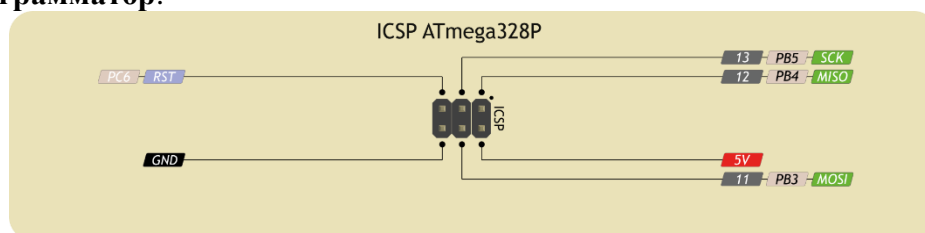

Рис. 6. Разводка выводов ICSP-разъема микроконтроллера ATmega328P
- передачи данных через интерфейс SPI для подключенных плат расширения (смотри рисунок 6),